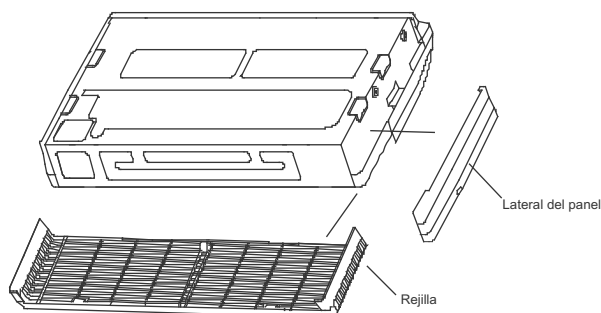

Fig.42-9
1. Quite el panel lateral y la rejilla (vea Fig. 42-9) (para modelos 48000Btu/h y 60000Btu/h, no quite la rejilla)